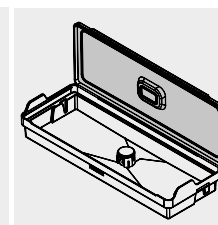

Figura 45
- Abra la tapa superior del tanque de agua (Figura 45).